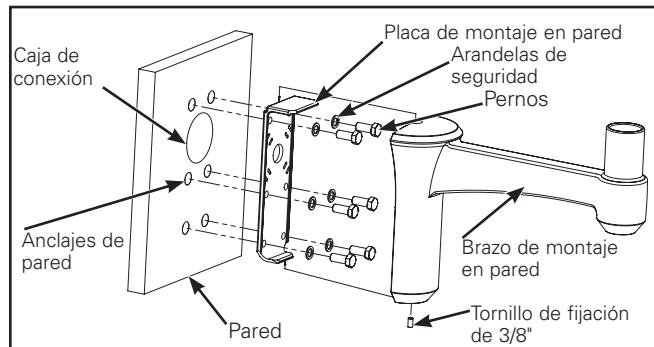

Figura 4.
1. Usar una placa de montaje en pared como plantilla y taladrar (6) orificios. (Figura 4.) Instale los anclajes de pared apropiados (no suministrados) Masilla de silicona alrededor de la caja de conexiones y los anclajes de pared. Asegure la placa de montaje de pared a la pared con (6) pernos de  $\frac{1}{2}$ -13 x 1-1/2 de largo y seis (6) arandelas de seguridad. Apriete los pernos a un mínimo de 37 pies-lbs. para asegurar el accesorio; consulte la nota a continuación.